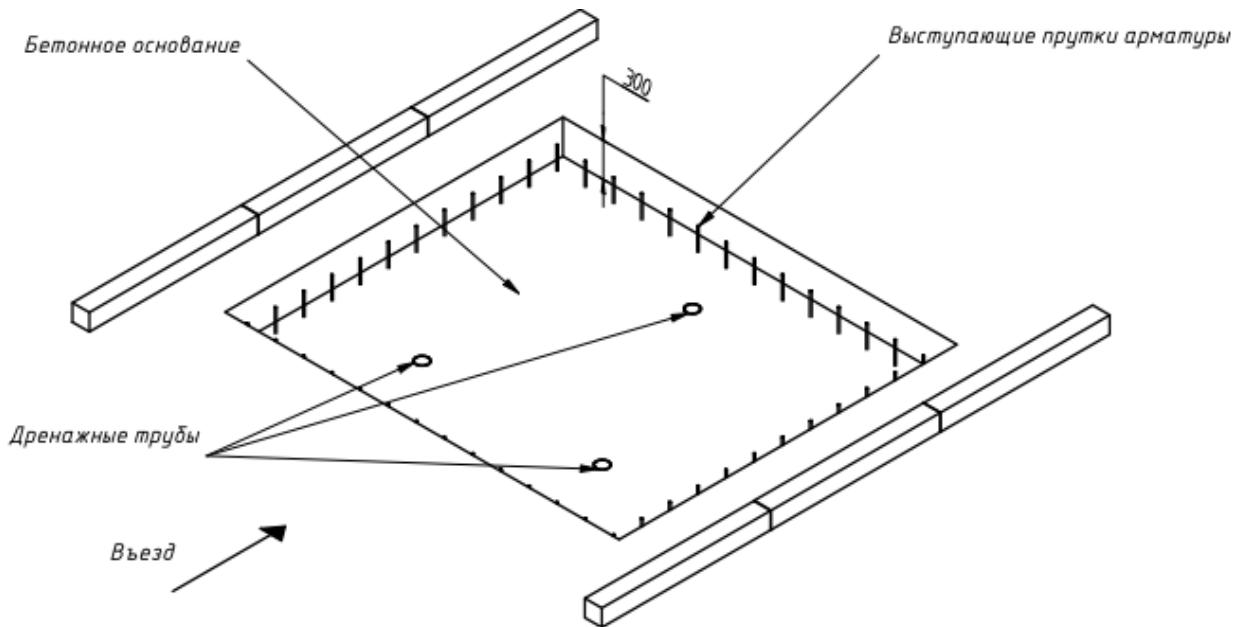

Рис.3
1.2.6 Обрезать дренажные трубы на уровне бетонного основания (рис.3)